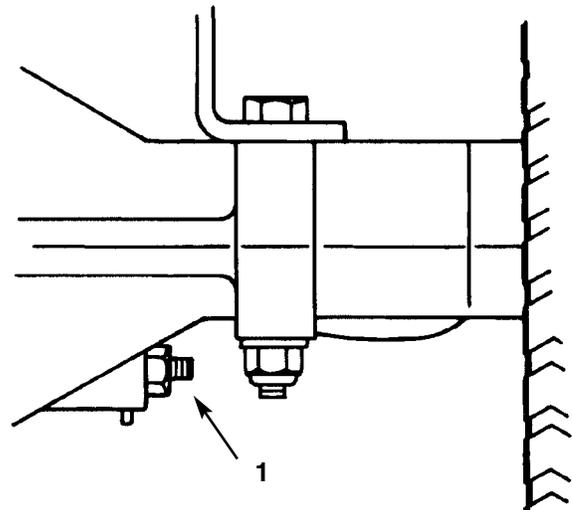

Figure 15
2. Pour augmenter la résistance du frein, visser l'écrou de réglage (Fig. 15) d' $1/8$  de tour dans le sens horaire, puis effectuer un nouveau contrôle du frein. Poursuivre le processus de réglage et de contrôle jusqu'à ce que le frein soit correctement réglé.